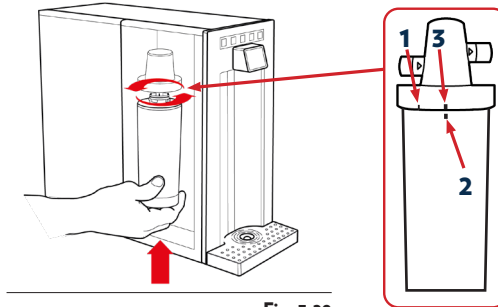

Fig. 3-29
26.15 – Prendere il filtro nuovo dopo averne rimosso la pellicola e il tappo protettivo, posizionarlo nella sede di aggancio allineando il marcatore **2** del filtro alla posizione di inserimento **1**, ruotare il filtro da sinistra verso destra fino a raggiungere il fincorsa **3**. Il marcatore sul filtro **2** dovrebbe ora essere in linea con il fincorsa **3** sulla testata del filtro, vedi Fig. 3-29.